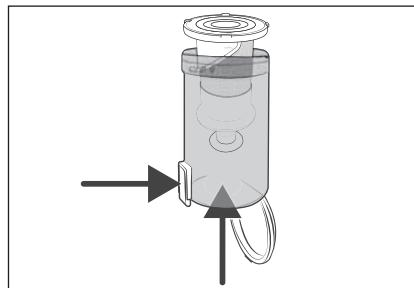

Fig. 23
- Rimuovere il filtro in acciaio inox **6** dal contenitore di raccolta dello sporco **7** premendo il tasto di sblocco per il coperchio del contenitore di raccolta dello sporco **8**. Estrarre, quindi, il filtro in acciaio inox **6** dal contenitore di raccolta dello sporco **7** dal basso (vedere fig. 23).